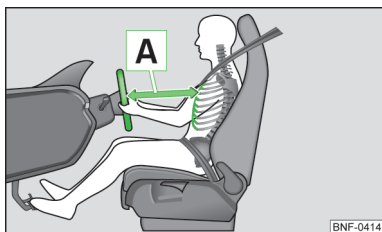

Fig. 86
- Indstil rattet, så afstanden mellem rattet og førerens brystkasse er mindst 25 cm  **A** » Fig. 86.